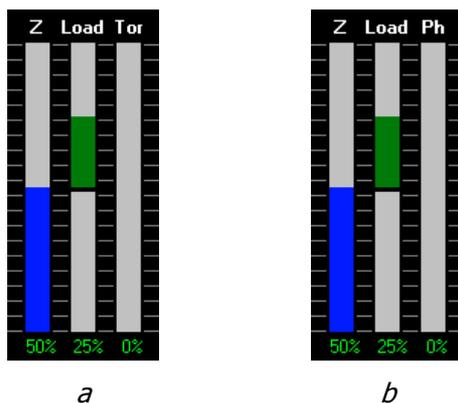

Рис. 2.4. Панель индикаторов в статическом (а) и динамическом (б) режимах.
Панель **индикаторов** (рис. 2.4) активизируется кнопкой  в линейке инструментов или командой меню *View > Indicator* и графически показывает состояние наиболее важных параметров измерительной системы:
- *Tor* (в статическом режиме, Рис. 2.4 а) – значение кручения, определенное по соотношению сигналов от левой и правой половин фотодетектора. Равновесное состояние кантилевера, то есть отсутствие кручения, соответствует 50%;
- *Ph* (в динамическом режиме, рис. 2.4 б) – сдвиг фазы колебаний кантилевера зонда (в градусах). Сдвиг между фазой входного сигнала, управляющего колебаниями кантилевера зонда, и выходного сигнала, регистрируемого на фотодетекторе. Сдвиг обусловлен механическими процессами, происходящими при контакте острия зонда с измеряемой поверхностью, и несет дополнительную информацию о локальных свойствах поверхности.